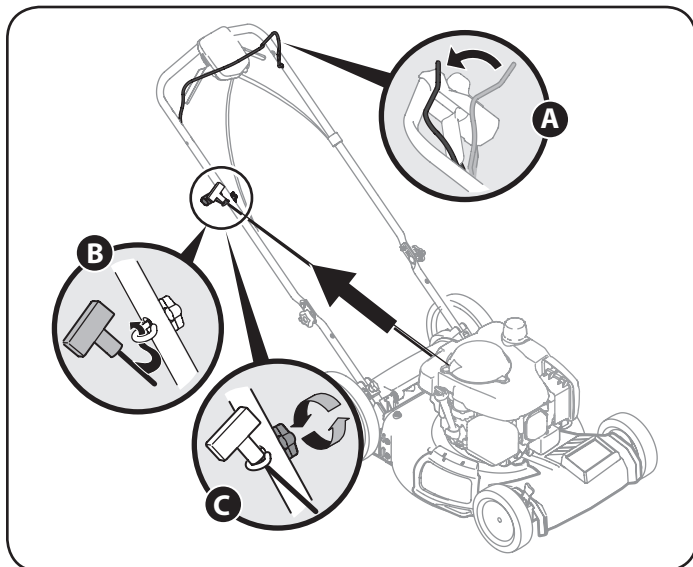

Figura 5
- La guía de la cuerda, que está conectada a la varilla de sostén, se encuentra sobre el lado derecho de la manija inferior. Vea la Figura 5.